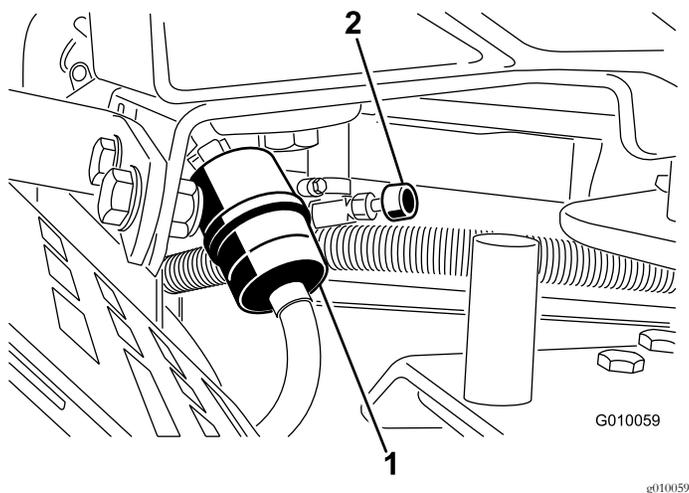

Рисунок 51
2. Закройте отсечной топливный клапан (Рисунок 51).
3. Сожмите концы шланговых хомутов и сдвиньте их с фильтра (Рисунок 51).
5. Установите новый фильтр и передвиньте шланговые хомуты ближе к фильтру (Рисунок 51).
7. Откройте отсечной топливный клапан (Рисунок 51).
3. Ослабьте шланговый хомут на топливном фильтре и сдвиньте его по топливному трубопроводу в направлении от фильтра (Рисунок 51).
4. Отсоедините топливный трубопровод от топливного фильтра (Рисунок 51). Откройте отсечной топливный клапан и дайте топливу стечь в канистру или в поддон.
5. Установите топливный трубопровод на топливный фильтр. Передвиньте шланговый хомут к топливному фильтру, чтобы закрепить топливопровод (Рисунок 51).